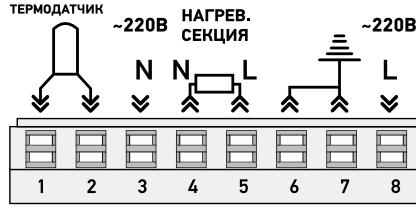

Рис. 2.
2. Подключите к клеммам провода, строго соблюдая порядок, указанный на рисунке (Рис. 2). Присоединяемые провода должны иметь сечение 0,75-2,5 мм2 в